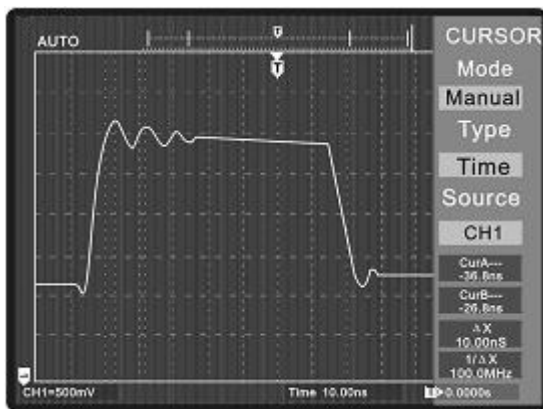

图 3-2
1、按下光标键 **Cursor**→（光标模式）手动模式→（光标类型）时间→旋转 CH1 的 POSITION 将光标 1 置于振荡波形的第一峰，旋转 CH2 的 POSITION 将光标 2 置振荡波形的第二峰，此时光标菜单中将显示出光标之间时间 ΔX 和频率 $1/\Delta X$ 。如图 3-2 所示为振荡频率为 100MHz。